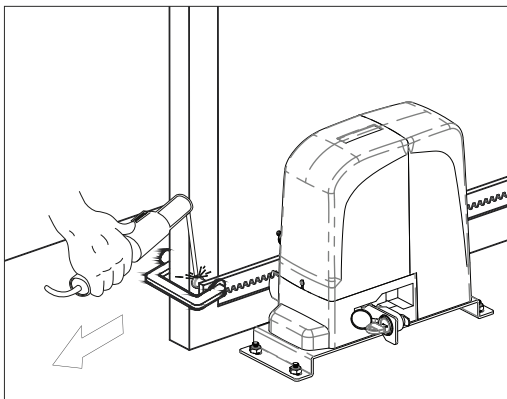

Abb. 25
- Fixieren Sie die Laufschiene/ Zahnstange am Tor. (Abb. 25), um eine korrekte Fixierung zu gewährleisten, können Sie das Tor langsam/schrittweise bewegen und den Abstandhalter fixieren Sie immer in der Nähe des Ritzels.